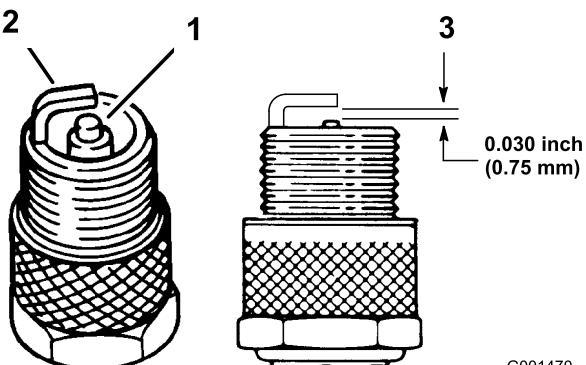

Figura 50
- Controllate il centro delle candele (Figura 50). Se l'isolatore è di color marrone chiaro o grigio, il motore funziona correttamente. Una patina nera sull'isolatore significa in genere che il filtro dell'aria è sporco.
- Controllate la distanza tra gli elettrodi centrale e laterale (Figura 50). Piegate l'elettrodo laterale (Figura 50) se la distanza non è corretta.
- Collegate i cappellotti alle candele (Figura 50).